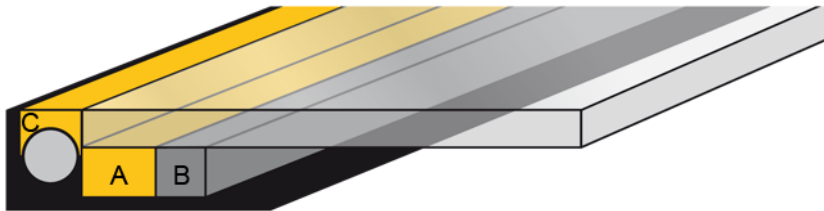

Abbildung 1: Konstruktiver Aufbau mit umschlossener Klebefuge
Manche Konstruktionen fordern eine Umschliessung des eingebrachten SG-Klebstoffs mithilfe eines Dichtstoffs (Wetterversiegelung), wie in Abbildung 1 gezeigt. Die minimale Wartezeit zwischen Klebstoffauftrag und dem Anbringen der Versiegelung ist vom verwendeten Klebstofftyp und dem zu verwendenden Dichtstoff abhängig (siehe Tabelle 3).
* Bei Verwendung von Sika® Spacer Tape HD können die Zeiten reduziert werden (siehe Abbildung 1, Material B). Für weiterführende Informationen kontaktieren Sie bitte den Technischen Service der Sika Schweiz AG.